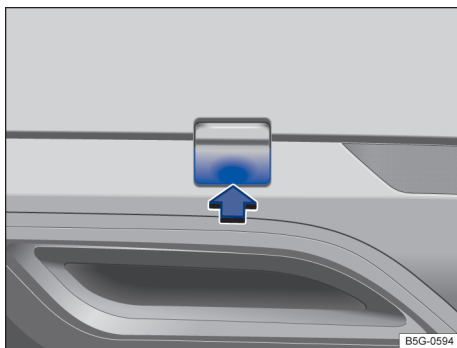

Fig. 206 No lado direito do para-choque traseiro: retirar a tampa.
- Pressione sobre área inferior da tampa → Fig. 206 no sentido da seta para desencaixar esta.